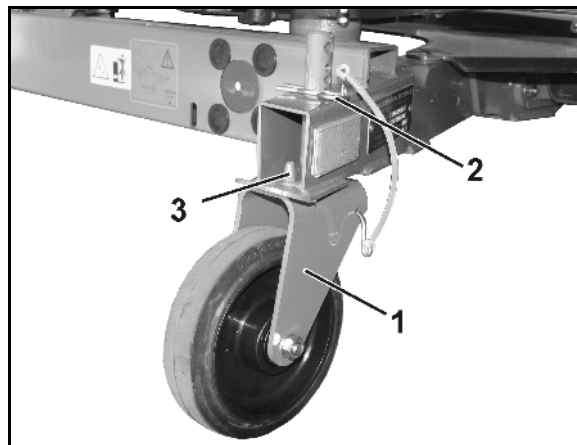

Fig. 27
6. De faste ruller i bag (Fig. 27/1)
- o Monter, og foretag sikring med fjederstik i de nederste frigøringsboringer (Fig. 27/2),
Når de faste ruller monteres, skal du sikre, at boltene (Fig. 27/3) går gennem boringen i rammen og dermed holder rullerne i længderetningen.